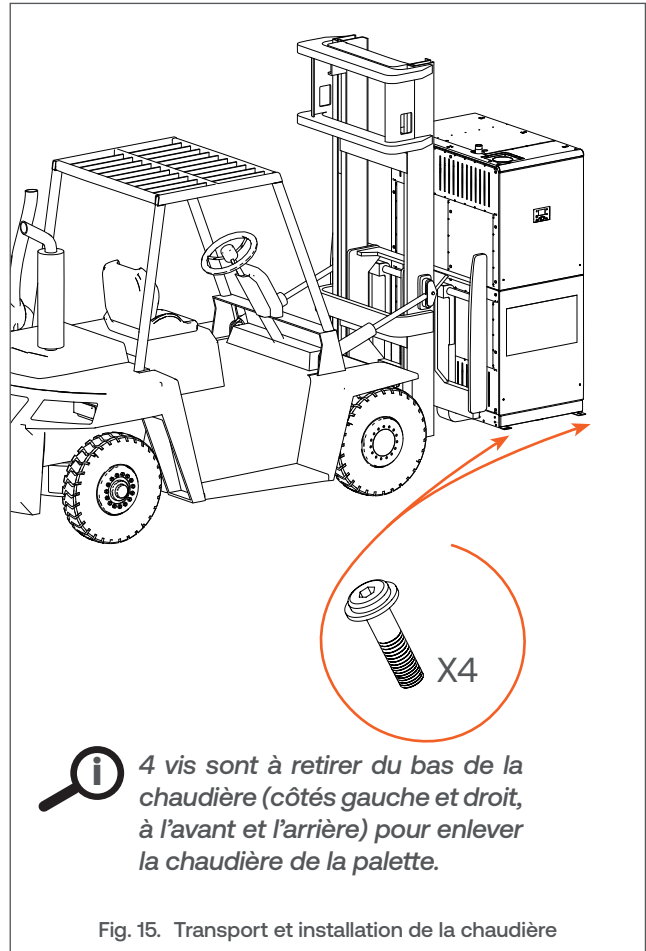

Fig. 15. Transport et installation de la chaudière
3. À l'aide d'une clé à tête six pans de taille 8, enlever quatre vis (voir la **Fig. 15**) fixant le bas de la chaudière à la palette.